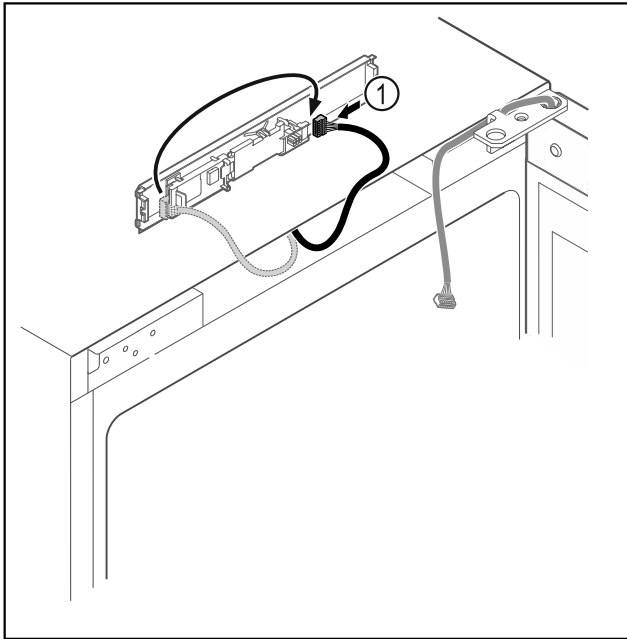

Fig. 14
- ▶ Stekker Fig. 14 (1) op printplaat verwisselen.